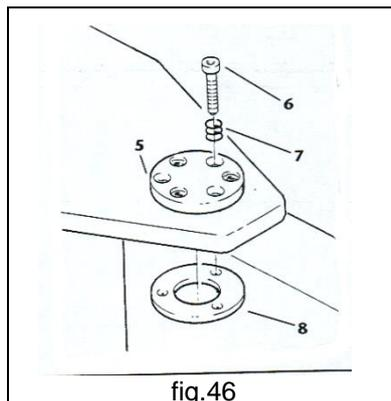

fig.46
5. Positionner dans les trous restants les ressorts et vis 7 et 6, vérifier soigneusement que tout soit bien dans son logement et n'interfère pas avec le disque de pression (fig. 46).